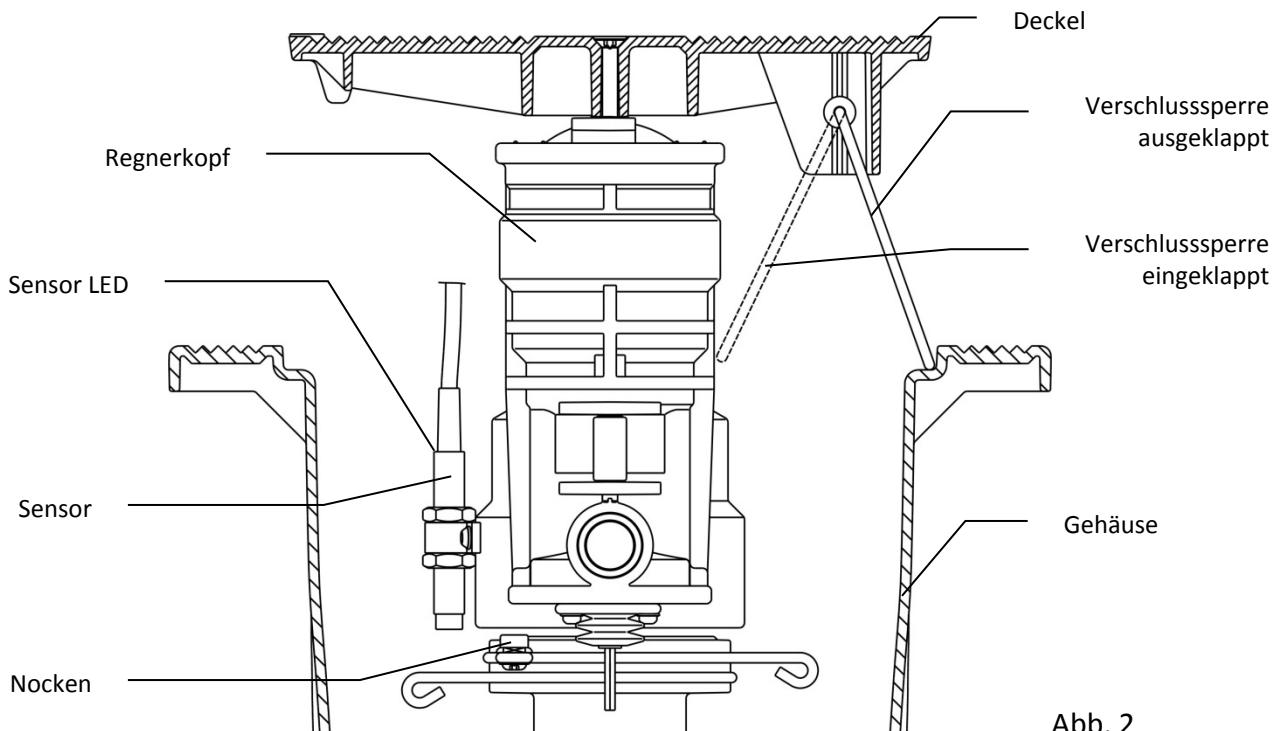

Abb. 2
- b. Prüfen, ob LED vom Sensor (siehe Abb.2) gelb leuchtet, wenn der Sensor den Nocken überläuft.
Nachfolgend aufgeführte Punkte 6.3, 6.4 und 6.5 werden vorzugsweise bei laufendem Regner durchgeführt. Zuerst ist die Verschlussperre seitlich vom Regnerkopf (siehe Abb. 2) auszuklappen, damit keine Gliedmaßen eingeklemmt werden können, falls der Regner wider Erwarten schließen sollte.